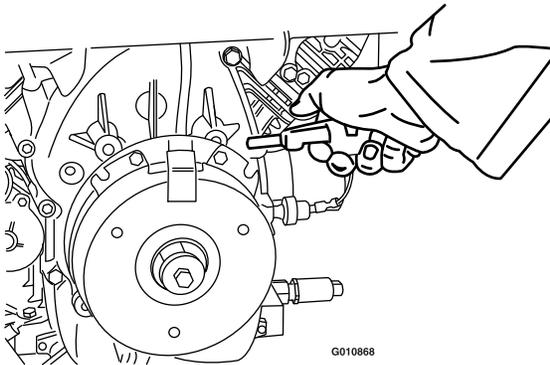

Figure 67
2. Soufflez de l'air comprimé sous le pôle et autour des entretoises du frein pour éliminer tout débris (Figure 67).